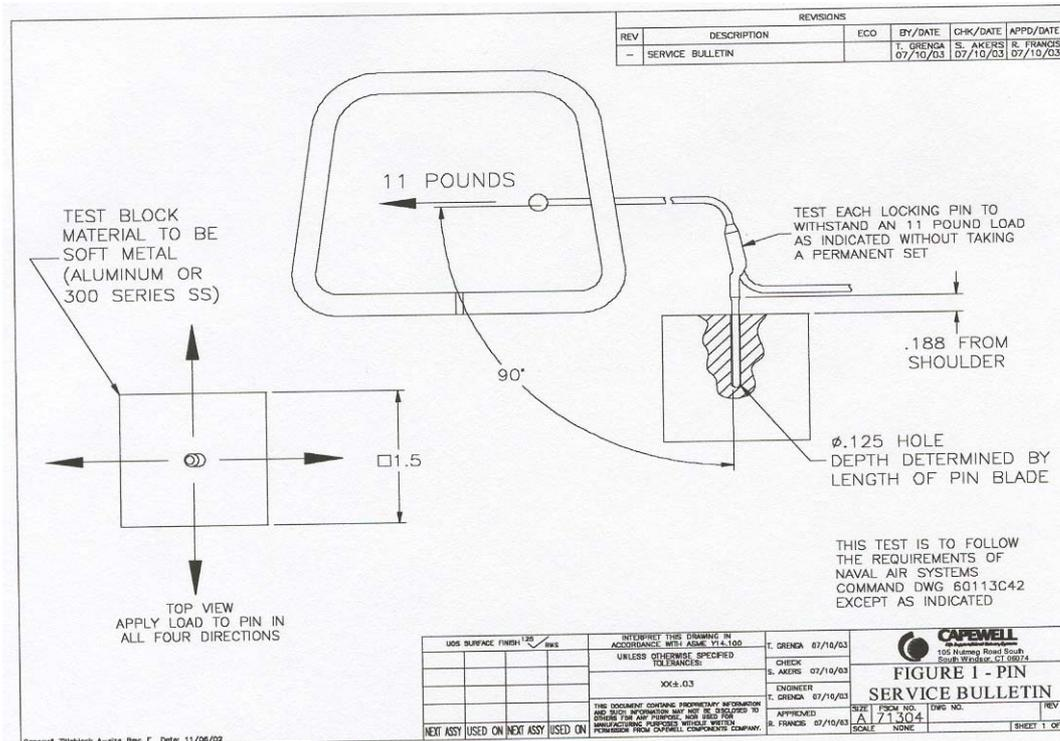

FIGURE 3
1. Placer l'aiguille dans le bloc test (figure 3). REMARQUE : Le trou permettant de loger l'aiguille peut être horizontal ou vertical.